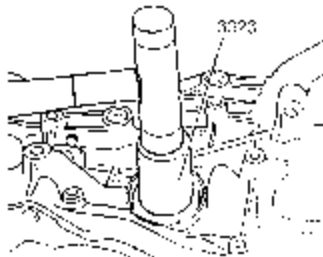

图 7-158 装入密封圈
- (1) 将新的密封圈敲到底。敲入时，不要倾斜密封圈。如图 7-158 所示。